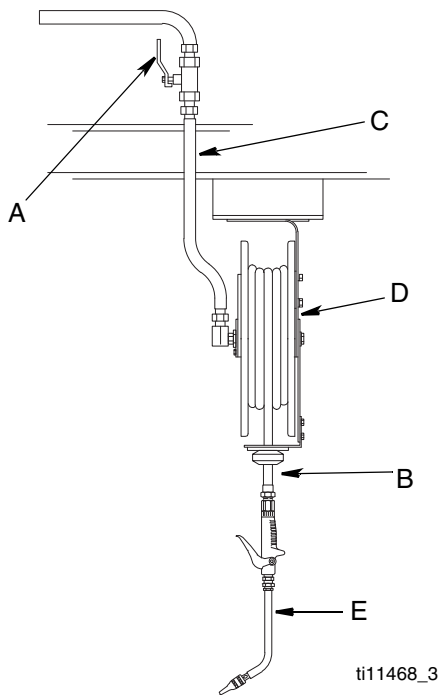

ABB. 1
2. Das Materialabsperrventil (A, ABB. 1) schließen.
In ABB. 1 ist ein typischer Einbau dargestellt. Hierbei handelt es sich lediglich um einen Einbauvorschlag. Bei den dargestellten Komponenten handelt es sich um typische Komponenten, die kein vollständiges Systemdesign bilden. Ihr Graco-Händler hilft Ihnen gerne bei der Zusammenstellung eines auf Ihre spezifischen Anforderungen abgestimmten Systems.